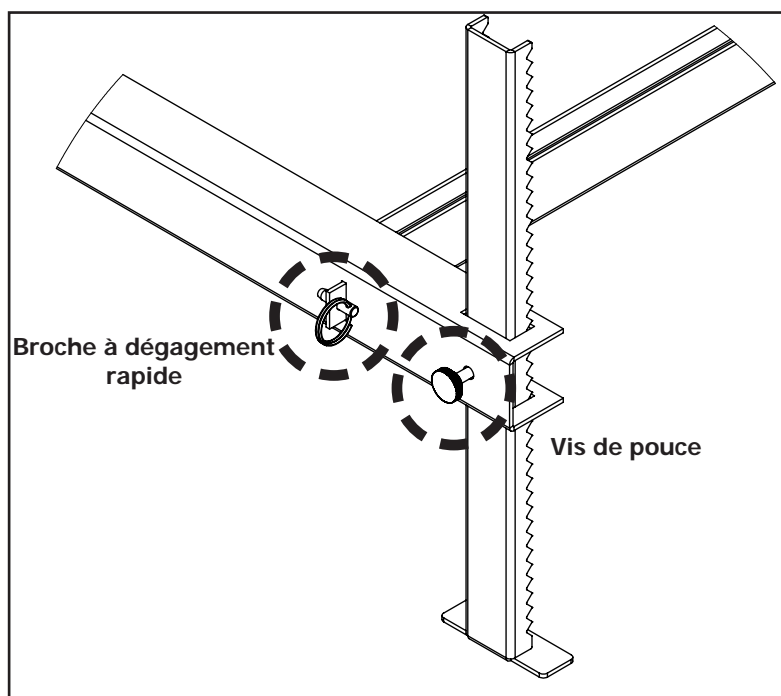

Figure 12 : Gros plan du rail avant
5. Fixez le rail avant à l'aide des goupilles à dégagement rapide comme le montre la figure 12.
6. Réglez la hauteur des jambes et verrouillez-les à l'aide des vis à oreilles. (Fig 12)